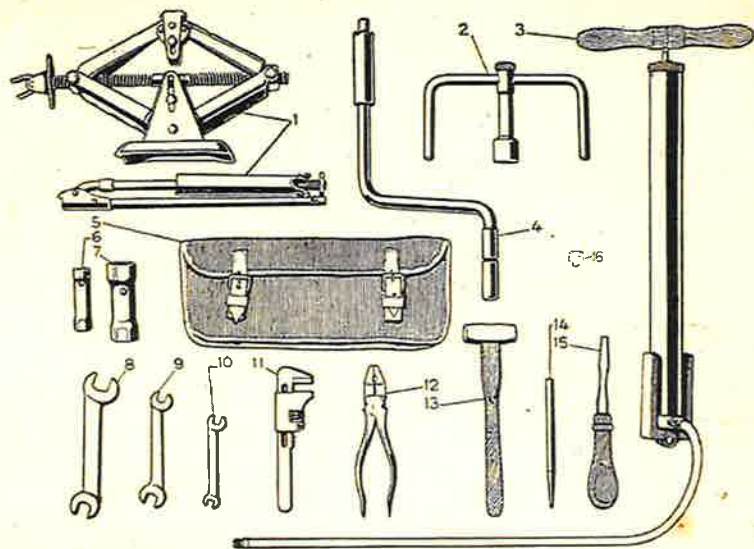

Fig. 8. - DOTAZIONE DI CHIAVI ED UTENSILI.
c) che la dotazione di accessori, chiavi ed utensili, corrisponda a quella illustrata dalla fig. 8 del presente testo.